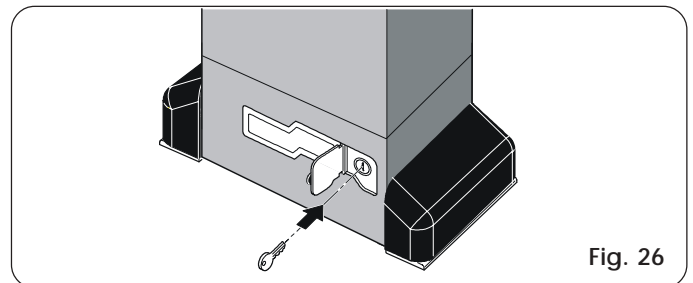

Fig. 26
- 2) Mantenga bloqueado el árbol motor utilizando una llave inglesa y manipule el tornillo de regulación del embrague con una llave Allen o destornillador Fig. 26. Para aumentar el par, gire el tornillo en sentido horario.
- 1) Abra la portezuela de protección e introduzca la llave suministrada en dotación en la cerradura (Fig. 26).